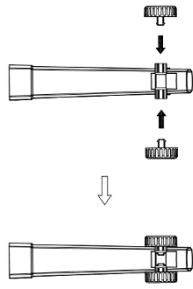
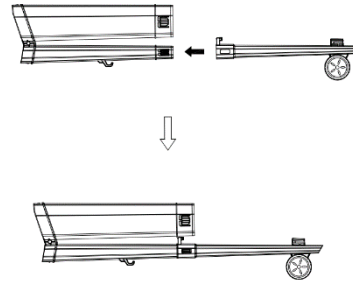
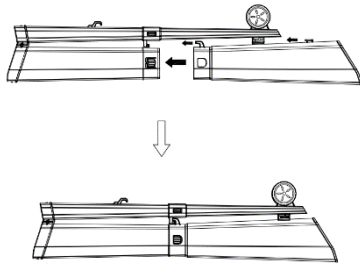
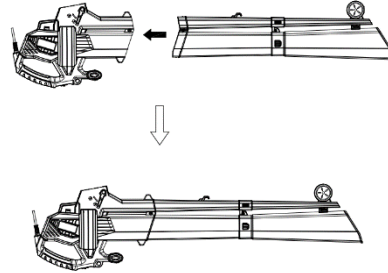

Fig. 2
Fig. 3
Fig. 4
Fig. 5
1. Rad und Gebläse/Saugrohr zusammenbauen (Abb.2 Abb.3 Abb.4 Abb.5)
- Ziehen Sie die beiden Räder und das Gebläserohr heraus, halten Sie das Gebläserohr fest und installieren Sie die beiden Räder, siehe Abb. 2.
- - Ziehen Sie das mittlere Rohr heraus und schieben Sie das Gebläserohr in das mittlere Rohr. Siehe Abb. 3.
- - Ziehen Sie das Ansaugrohr heraus, setzen Sie das Ansaugrohr auf das zentrale Rohr, das Ansaugrohr rastet ein. Siehe Abb. 4.
- - Setzen Sie das gesamte Rohr in den Maschinenkörper ein, siehe Abb. 5